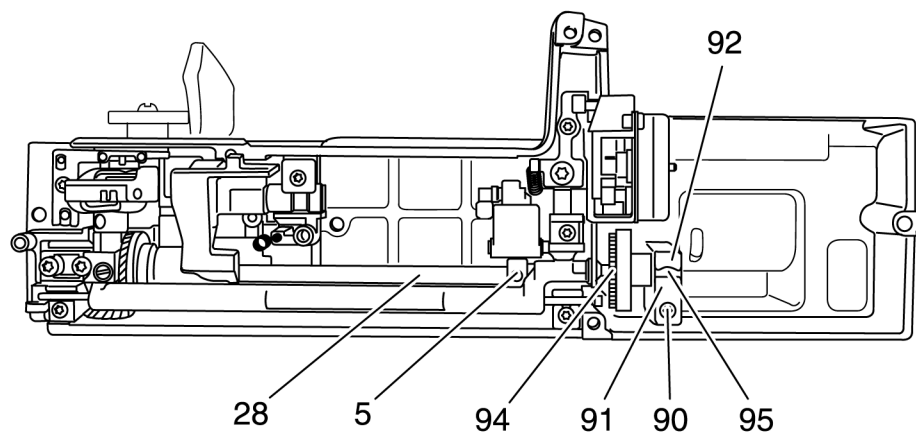

Рис. 76
- Выверните крепежный винт 90 прижимной накладки 91 правого нижнего подшипника скольжения со сферической опорной поверхностью (рис. 76).